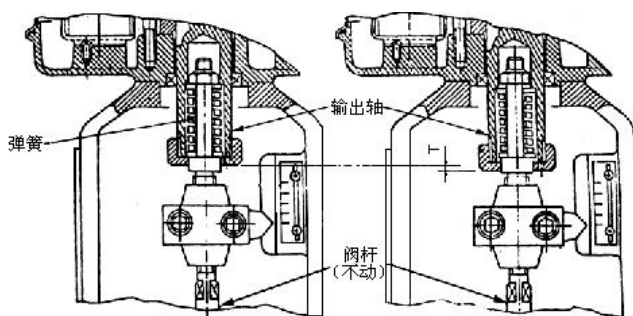

图 9
■ 当状态开关设定为“正动作”时，（即随着输入信号的增大，输出轴向下运动），将输入信号慢慢增大，当输入信号为 20mA 时，确认阀杆不动，即阀芯被关闭，继续将输入信号慢慢增大，使得输出轴内的弹簧被压缩，当输出轴下降约 $T=1\text{mm}$ 时（见图 9），调整并紧固好内侧限位凸轮，使限位开关动作，输出轴停止向下运动，即设计保证 $T=1\text{mm}$ 时，执行器达到额定输出力。
■ 当状态开关设定为“反动作状态”时（即随着输入信号的减小，输出轴向下运动），将输入信号慢慢减小，当输入信号为 4mA 时，确认阀杆不动，即阀芯被关闭，继续将输入信号慢慢减小，使得输出轴内的弹簧被压缩，当输出轴下降约 $T=1\text{mm}$ 时（见图 9），调整并紧固好内侧限位凸轮，使限位开关动作，输出轴停止向下运动，即设计保证 $T=1\text{mm}$ 时，执行器达到额定输出力。